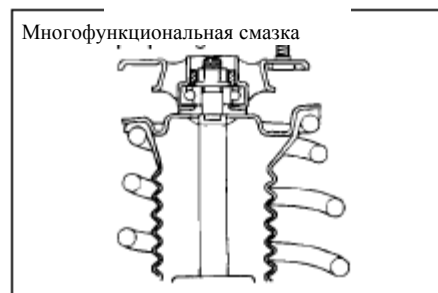

Рис. 182
- (2) Снимите специальный инструмент
- (3) Нанесите на верхнюю опору амортизатора многофункциональную смазку (рис. 182)